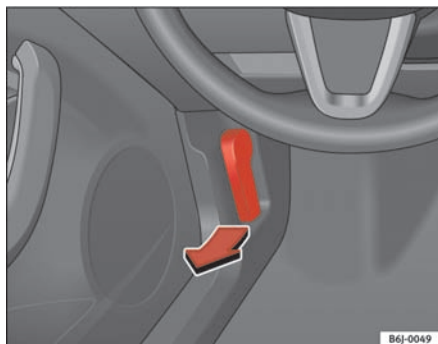

Fig. 109 Udløsergreb til motorhjelm
- Træk grebet under instrumentpanelet ⇒ fig. 109 i pilens retning for at åbne motorhjelmen. Motorhjelmen bliver løsnet ved hjælp af en fjeder ⇒ ⚠.